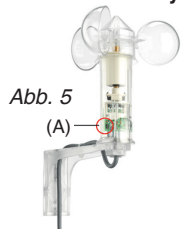

Abb. 5
- Halten Sie den Magneten nahe an den PROG POINT des Sensors, bis die gelbe LED aufleuchtet, siehe Abb. 5 wie in (A) beschrieben.